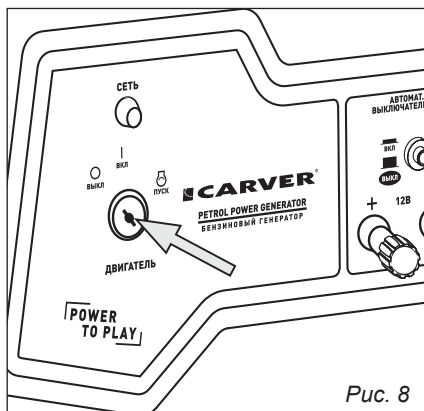

Рис. 8
- Переведите ключ запуска двигателя в положение «ВКЛ» (рис. 8).